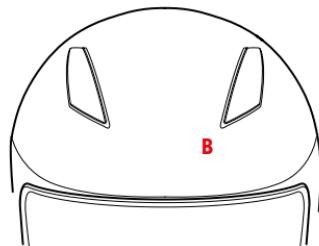

FIGURA 5
PRESE D'ARIA FRONTALI SUPERIORI – B – Figura 5/6
- Figura 5: prese d'aria completamente chiuse.